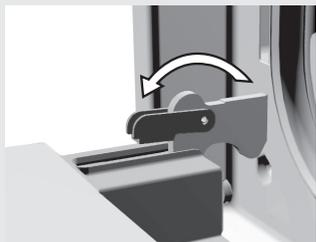

Figura 1
- Abra completamente a porta do forno e faça rodar totalmente os batentes - aplica-se ao fecho convencional (Figura 1).